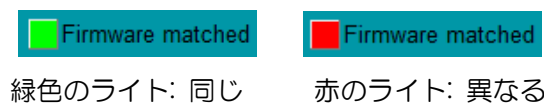

図 7.2 ファームウェアが一致したことを示すステータス ライト
- (3) 図 7.2 に示すように、Firmware matched のステータス ライトが緑色に点灯していることを確認します。